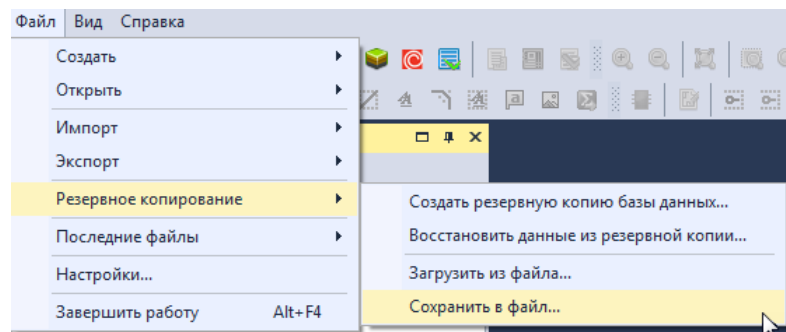

Рис. 71 Вызов функции сохранения определенных элементов базы данных
1. В главном меню выберите раздел «Файл» -> «Резервное копирование» -> «Сохранить в файл...», см. Рис. 71.